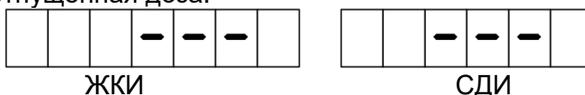

Рисунок 8
8.4.2 Если была нажата кнопка "Пуск" до момента задания дозы, то устройство выдает на СУ непрерывный сигнал "Вых.ПК" (коммутирует цепи "Вых. ПК+" и "Вых. ПК-"), что аналогично состоянию датчика положения крана "кран снят". На табло при этом вместо последней отпущенной дозы отображаются символы (рисунок 8), сообщающие, что устройство ожидает задание новой дозы. Для запуска налива из этого состояния необходимо задать дозу и подать команду "Прямой пуск" от СУ. Для возврата в исходное состояние нажать кнопку "Стоп", при этом устройство снимает сигнал "Вых.ПК", а на табло отобразится последняя отпущенная доза.